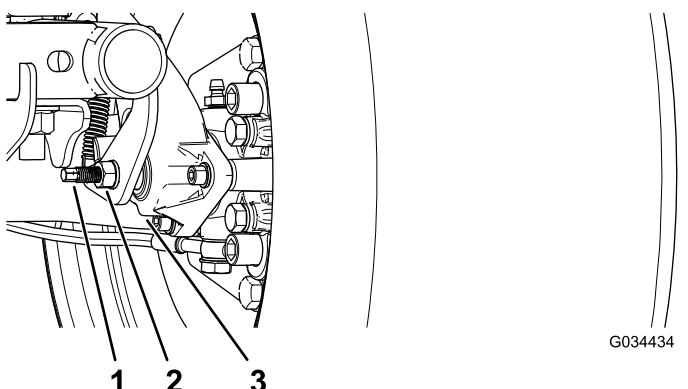

Figura 63
3. Con 2 llaves, sostenga en su sitio el poste de ajuste en la pinza con 1 llave y afloje la contratuerca 1/4 de giro con la otra llave (Figura 63).
4. Mientras sostiene el poste de ajuste y la contratuerca en su sitio, gire el poste hacia dentro para apretarlo (Figura 63).
5. Mientras sostiene el poste de ajuste y la contratuerca en su sitio, retroceda atrás 1/4 de giro (Figura 63).
6. Mientras sostiene el poste de ajuste y la contratuerca en su sitio, apriete la contratuerca (Figura 63).